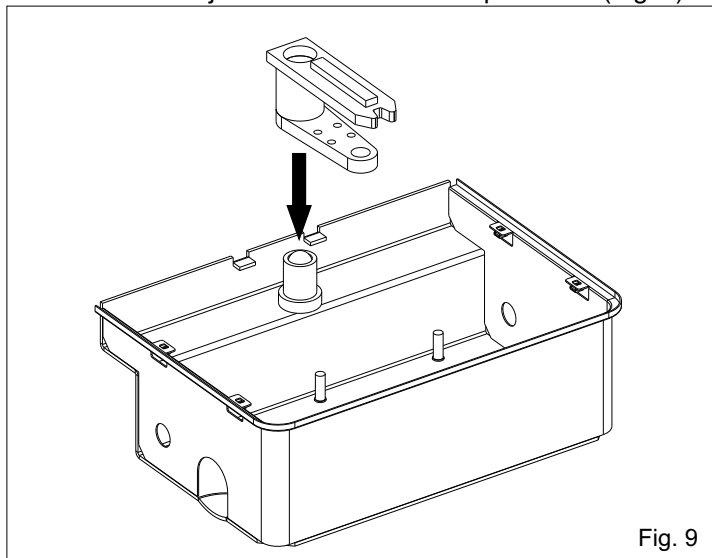

Fig. 9
2.5. Insertar el conjunto manilla en el arbol perforado (Fig. 9)